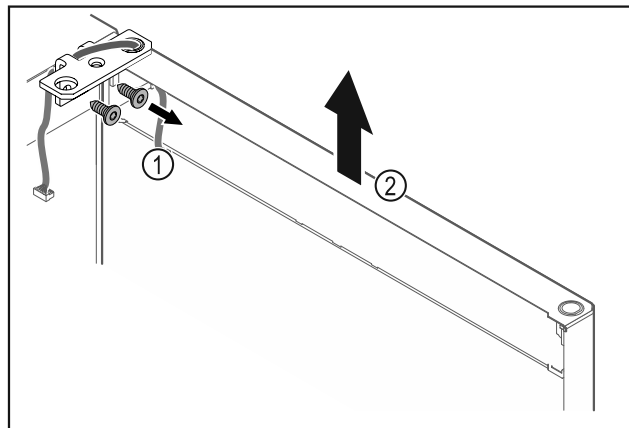

Fig. 24
- Odvrite kutne šarke Fig. 24 (1).
- Dignite vrata s kutnim šarkama Fig. 24 (2) cca 200 mm ravno prema gore i skinite ih.